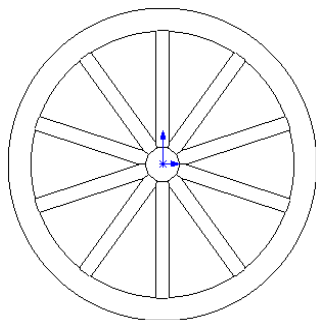

图 11-8 创建模型视图效果
(4) 在绘图区中的合适位置处，单击鼠标左键，单击【确定】按钮 , 即可创建模型视图对象，效果如图 11-8 所示。